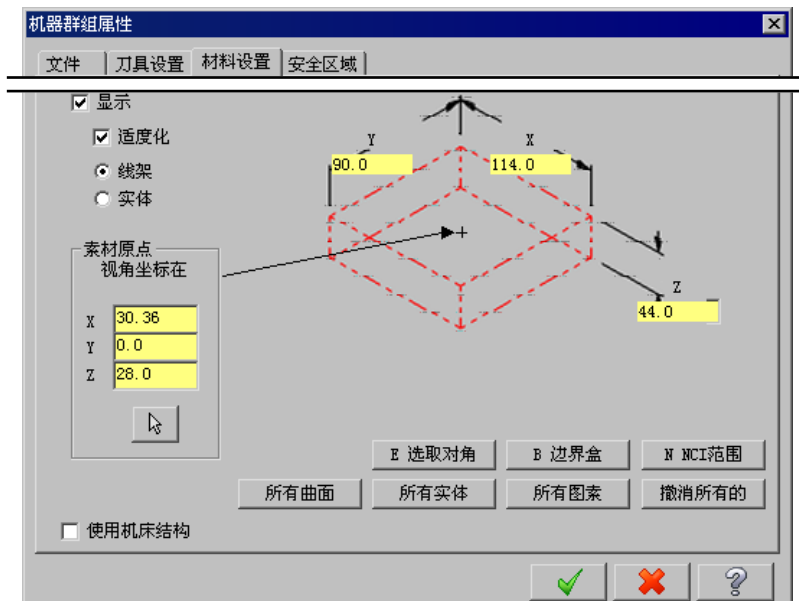

图 17.3 “机器群组属性”对话框
Step3. 设置工件的尺寸。在“机器群组属性”对话框中单击 **所有曲面** 按钮，然后设置图 17.3 所示的参数。